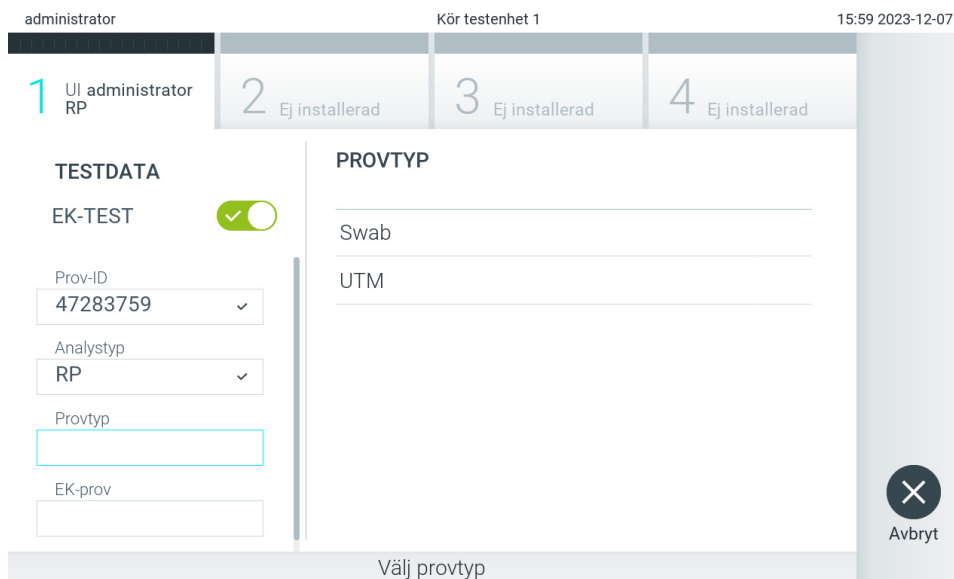

Bild 94. Välja en provtyp.
5. Välj lämplig provtyp från listan vid behov (bild 94).